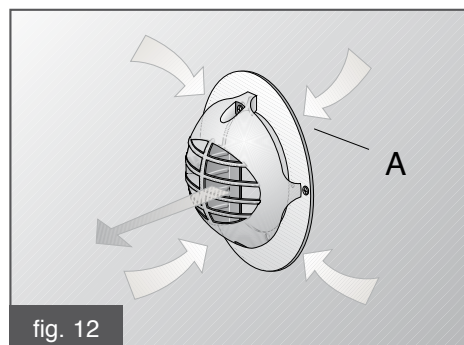

fig. 12
- Attenzione:** l'aria necessaria alla combustione viene aspirata dalle fessure a contatto con il muro esterno (fig.12), che vanno pertanto attentamente lasciate libere evitando di cementare o di usare sigillanti di sorta.
Se necessario montare il disco inox (A) fornito a corredo (fig.12).